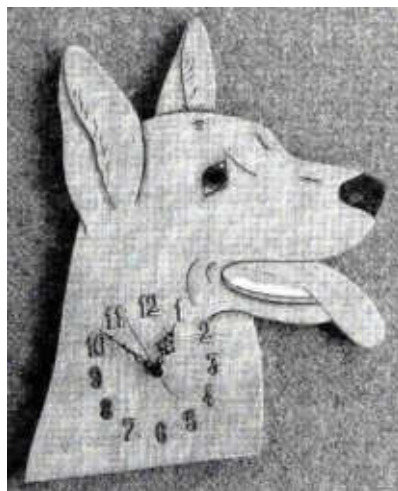

Рис. 1
Сконструируйте и изготовьте основание для часов (рис.1).
3. С помощью образца (рис. 1) и собственных идей разработать чертёж основания часов в масштабе 1 : 1.